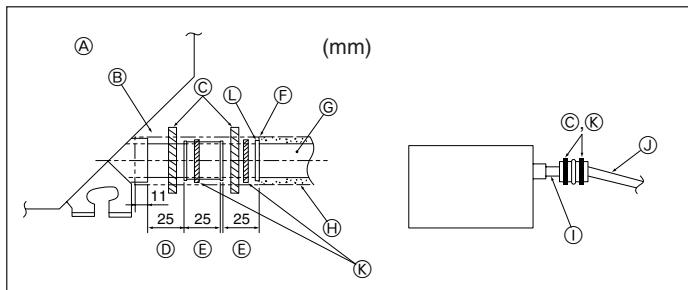

Fig. 6-2
- Anslut dräneringsmuffen (medföljer enheten) till dräneringsöppningen. (Fig. 6-2) (Montera slangen med PVC-lim och säkra sedan med ett band.)